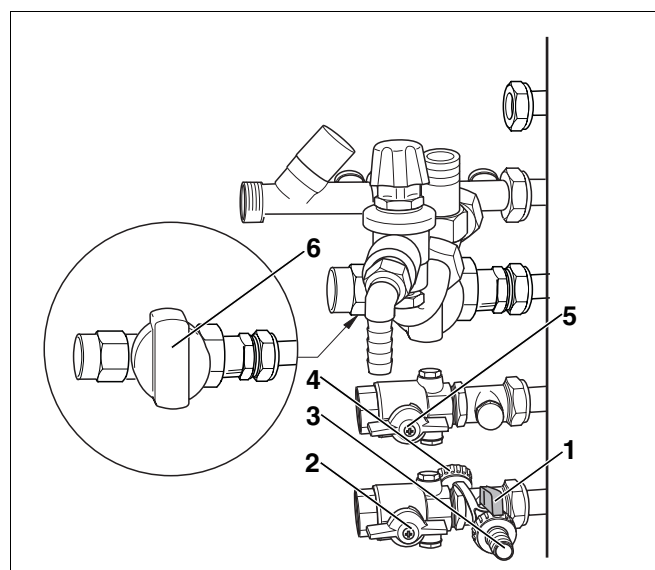

Fig. 14 Rubinetto di carico e scarico – set di collegamento laterale sinistro
- Svitare il tappo di chiusura (fig. 14, **pos. 4**) del rubinetto di carico e scarico (fig. 14, **pos. 1**),
- Avvitare l'innesto per tubo flessibile (fig. 14, **pos. 3**) al rubinetto di carico e scarico.
- Aprire il tubo di carico e scarico (fig. 14, **pos. 1**)
- Verificare che i rubinetti di manutenzione della caldaia in corrispondenza del collegamento di mandata e ritorno (fig. 14, **pos. 2 e 5**) siano aperti.
- Quando la pressione idraulica consigliata di 1,5 bar ("P1.5") viene raggiunta, chiudere il rubinetto dell'acqua e il rubinetto di carico e scarico (fig. 14, **pos. 1**, pagina 23).